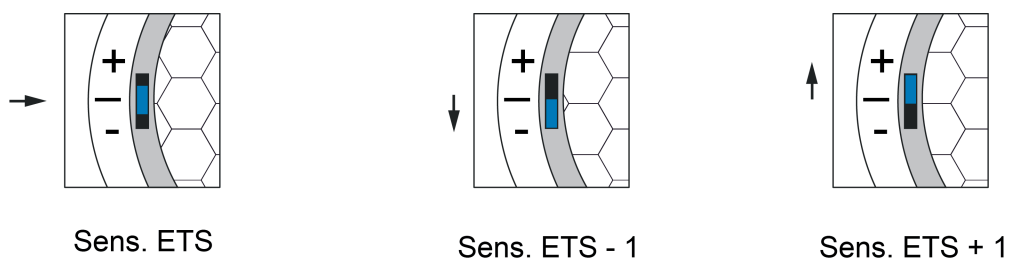

Bild 13: Einstellbereiche des Empfindlichkeitseinstellers am Gerät (-1 <-> 0 <-> +1)
- (4) Programmiertaste (rot)
- (7) Einsteller zur manuellen Empfindlichkeitskorrektur (blau)
Die Empfindlichkeit der Bewegungserfassung, die ein Maß für die Reichweite der PIR-Auswertung ist, kann getrennt für die PIR-Sektoren A, B und C in der ETS parametrierbar werden und ist darüber hinaus vor Ort am Gerät nach der Inbetriebnahme veränderbar. Hierzu verfügt das Gerät über den Einsteller (7), der das Verändern der parametrierbaren Empfindlichkeitseinstellung aller PIR-Sektoren ermöglicht. Die Empfindlichkeit kann durch den blauen Schalter um maximal eine Stufe verringert oder erhöht werden (Bild 13).